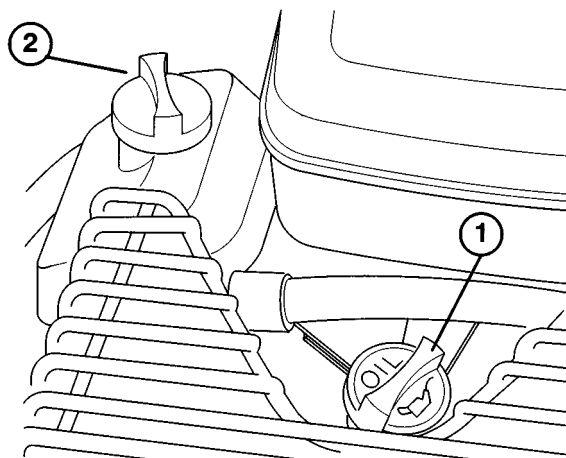

Fig. 2
7. Fissare la batteria con bulloni, morsetto, rondelle e dadi ad alette (Fig. 2).
2. Estrarre l'asta di misurazione del livello, pulirla con un panno e reinserirla nel tubo; accertare che sia inserita a fondo. Estrarla di nuovo e controllare il livello dell'olio (Fig. 2). Se il livello è basso, rabboccare finché non raggiunge la tacca di pieno (FULL) sull'asta.
1. Togliere il tappo dal serbatoio carburante (Fig. 2) e riempire di benzina senza piombo il serbatoio di 17 litri, fino a 2,5 cm dall'alto. Montare il tappo e serrare saldamente.